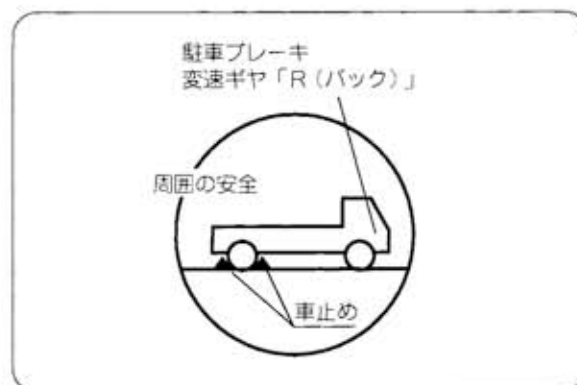

図54
■自動車（トラック）への積込み・運搬（図54）
- ①トラックを平坦な場所に止め、駐車ブレーキをかけます。
- ②あゆみ板を荷台に確実に固定します。
- ③上り、下りは最低速で走行します。あゆみ板の上ではサイドクラッチレバーの操作はしないでください。
- ④主変速レバーは「低」位置に入れ、また主クラッチレバーも「入」位置にしておきます。
- ⑤機体は荷台にロープで確実に固定します。
- ⑥機体にロープをかけるときは、後ヒッチ・車輪・前スタンド・ハンドル部2カ所を固定してください。